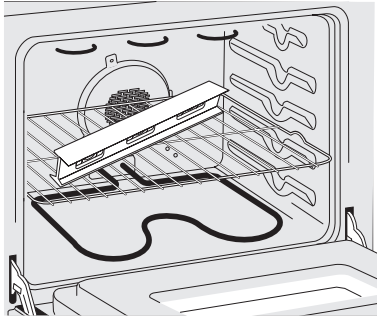
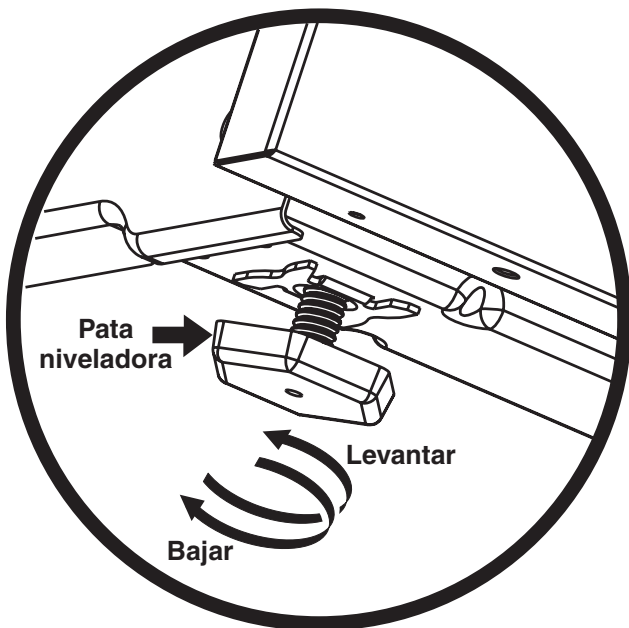

Figura 7
Figura 8
- B. Ponga un nivel sobre la parrilla (Figura 7). Tome dos lecturas con el nivel puesto diagonalmente en una dirección y después en la otra. Nivele la estufa, si es necesario, ajustando las 4 patas niveladoras con una llave de tuercas (Figura 8).